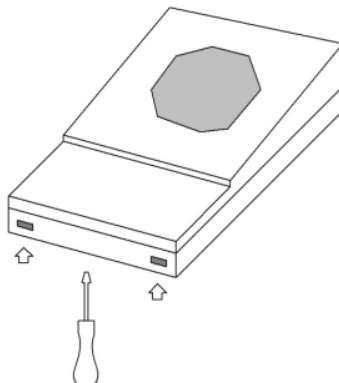

Рис. 2
4.1.2. Тонкой плоской отверткой откройте крышку оповещателя (Рис. 2).